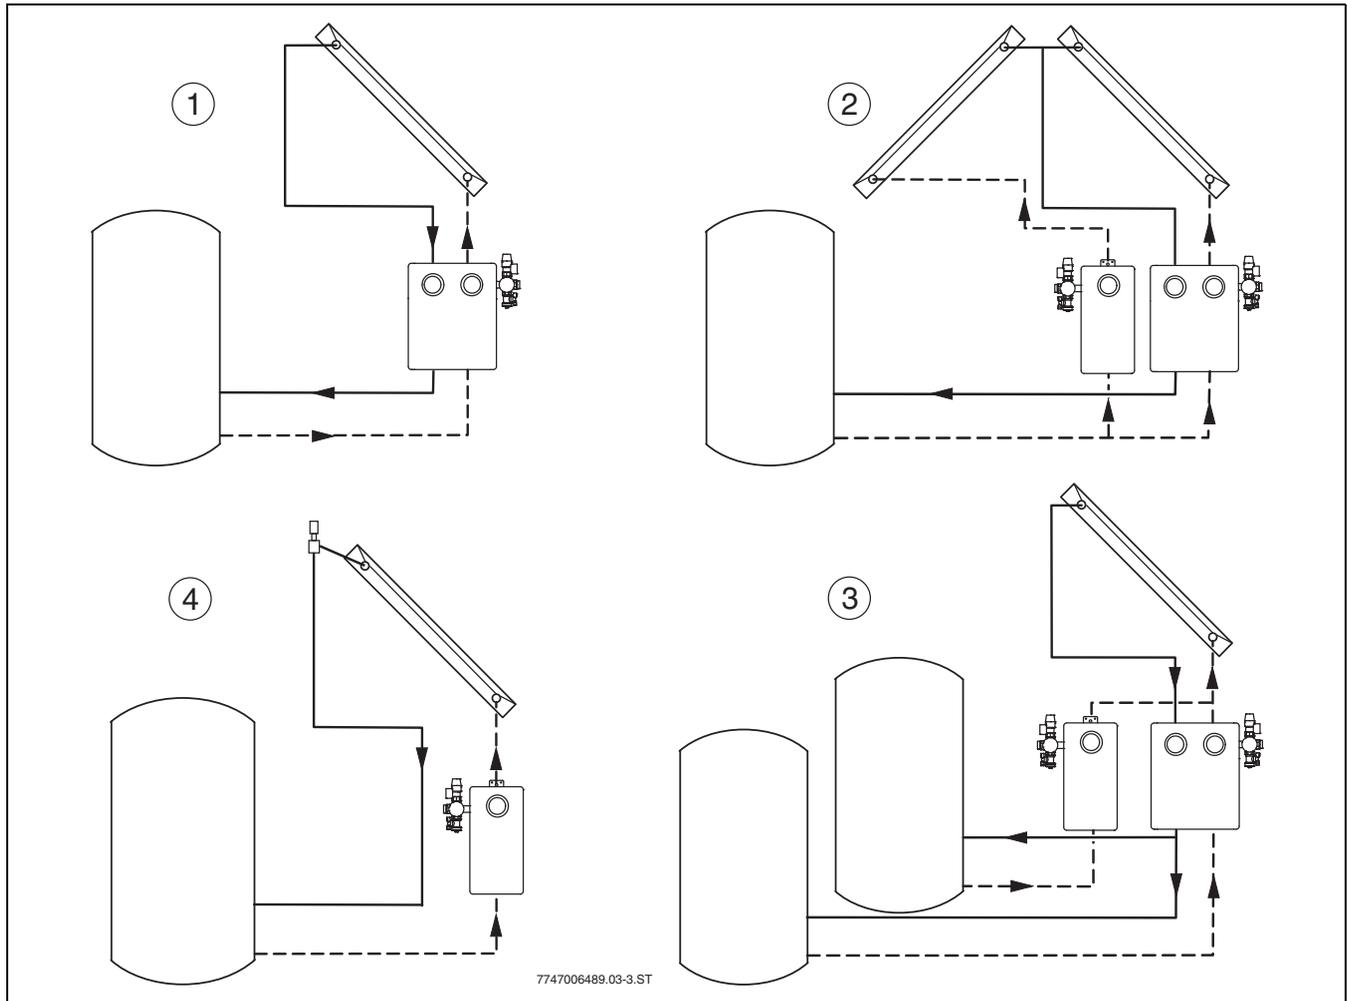

Fig. 3 Diversas aplicaciones hidráulicas
- Montar las estaciones solares únicamente en posición vertical (→ fig. 3) y en espacios interiores.